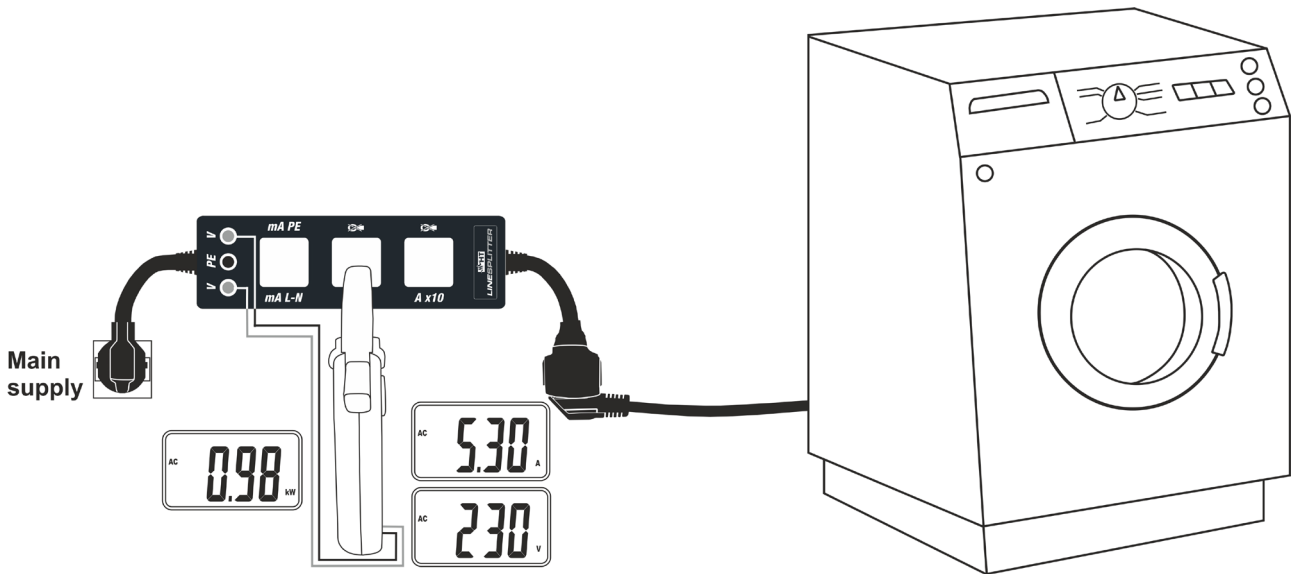

Abb. 4: Verwendung des Linesplitters für die Strom-, Spannungs- und Leistungsmessung
4. Lesen Sie in der Anzeige der Stromzange den angezeigten Messwert z.B. Spannung, Strom und die Leistung ab (siehe Abb. 4)